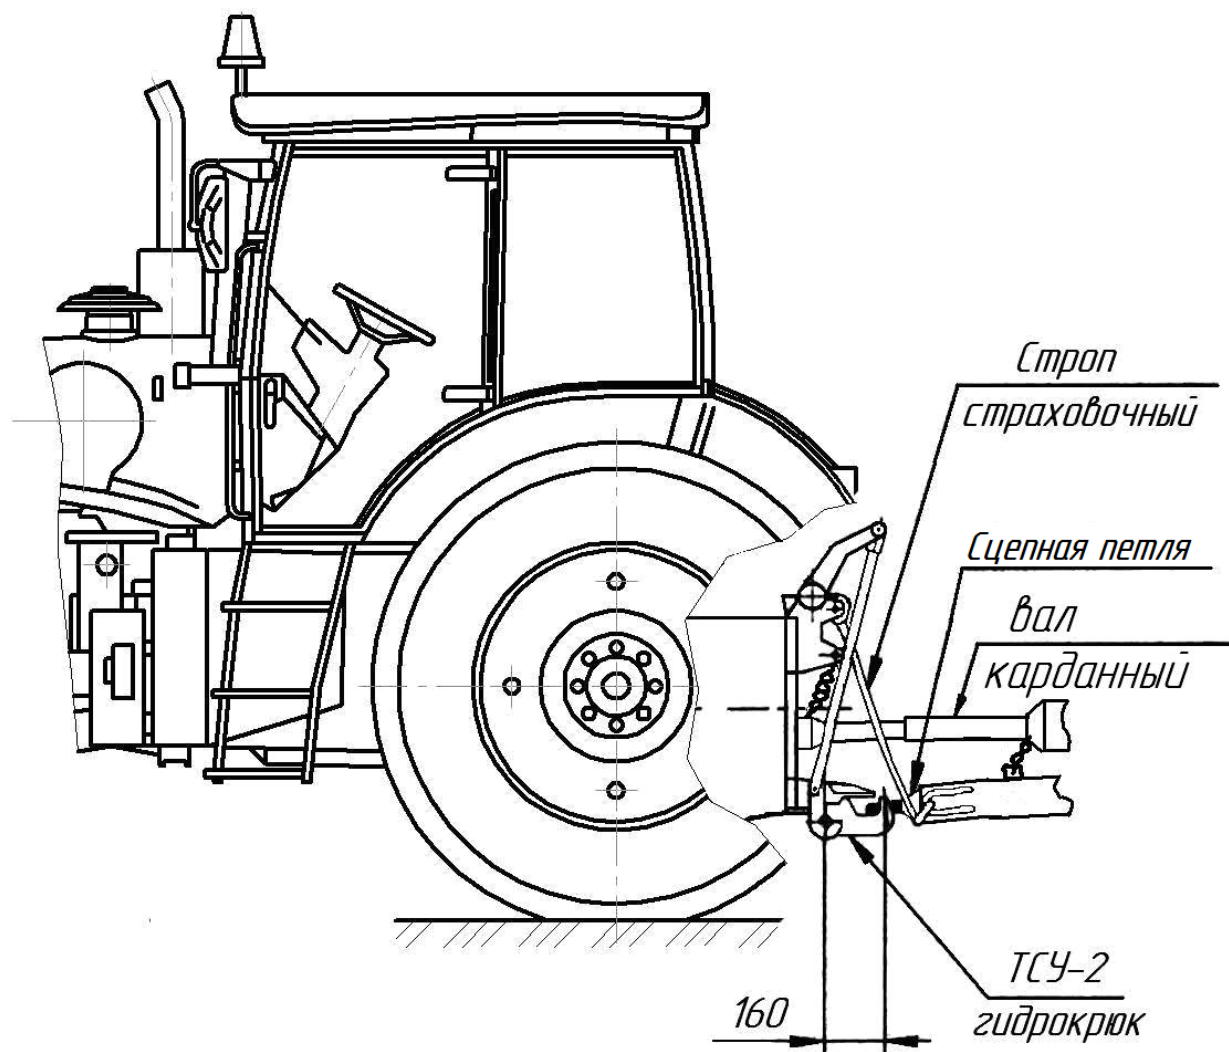

Рисунок 5.1 – Схема агрегатирования кормораздатчика с трактором за ТСУ-2 (гидрокрюк)
- соединить гидрокрюк трактора со сцепной петлей (рисунок 5.1);
- страховочные тросы закрепить на тракторе (рисунок 5.1);
- закрепить цепочки защитных кожухов карданного вала за неподвижные части кормораздатчика и трактора (рисунок 5.1);